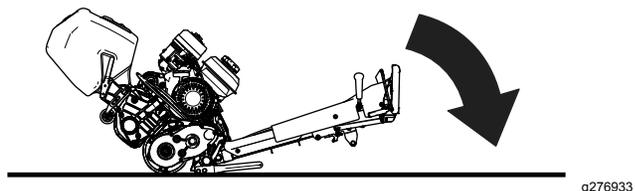

Bild 9
2. Senken Sie den Griff der Antriebseinheit auf den Boden ab, um an das Mähwerk zu gelangen (Bild 9).